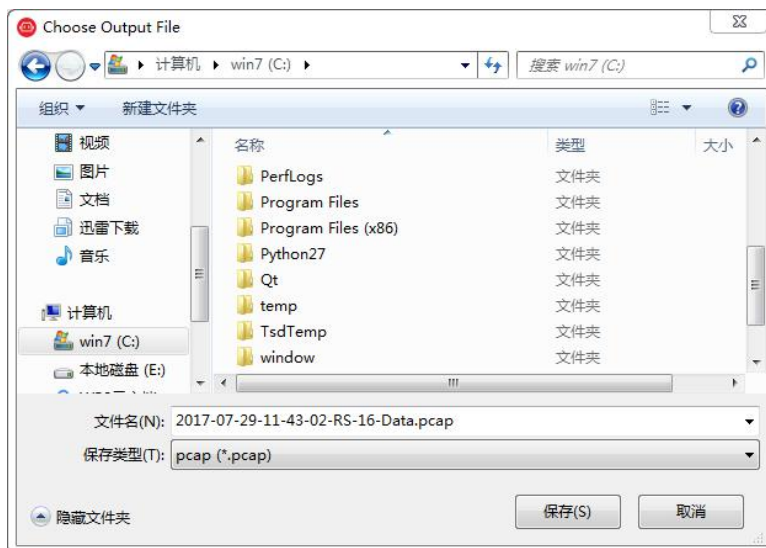

图 C-5 RSView 保存对话框
2. 在弹出的 **Choose Output File** 对话框中，选择需要保存的路径和保存的文件名后，点击“保存（S）”按钮(图 C-5)。RSView 将开始将数据包文件写入目标 pcap 文件中。(注意：RS-LiDAR-16 将会产生大量的数据，随着记录时间变长，目标 pcap 文件将会变大。因此最好将记录文件保存到 HDD 或者 SSD 中，而不是保存到较慢的 USB 设备或者用网络保存)。